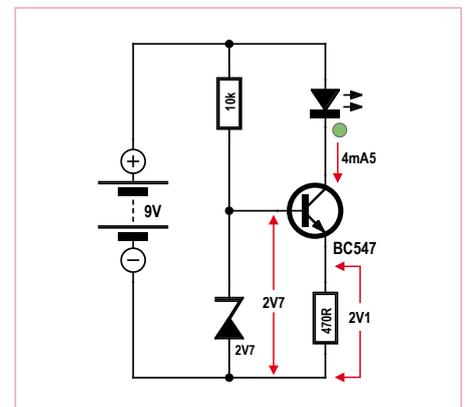

Bild 6. Stromquelle mit Z-Diode.
**Bild 6** zeigt ein Beispiel für die aufgebaute Platine, aus diesem Bild geht auch die Lage der Lötbrücken hervor.
Bild 6. Ansicht der aufgebauten und getesteten Platine. Die Lötbrücken ST1 und ST2 sind die Verbindungen des USB-Ports, ST3 stellt die Verbindung zum Akku-Plusanschluss her und von ST4 hängt ab, ob die I2C-Erweiterung an 3,3 V oder der Platinen-Eingangsspannung betrieben wird.
Die Schaltung nach **Bild 6** zeigt eine einfache Stabilisierungsschaltung mit einem NPN-Transistor, wobei eine konstante Spannung in einen konstanten Strom umgesetzt wird. Eine Zenerdiode am Eingang stabilisiert mit ihrer steilen Kennlinie die Basisspannung auf etwa 2,7 V. Da die